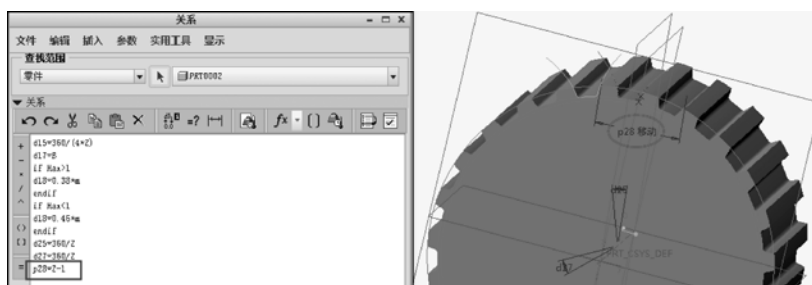

图 6-87 创建关系
- 继续将阵列特征总数(代号为 p28)添加到“关系”窗口中,然后输入关系式“ $p28=Z-1$ ”,如图 6-87 所示。至此,齿轮齿槽创建完毕。